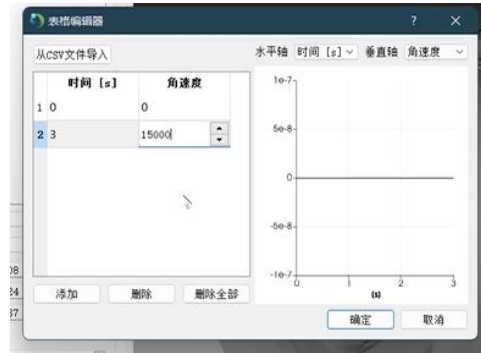

图2
Step6：角速度改为“随时间变化”后点击“编辑表格”输入对应的时间及角速度,并点击确认（如右图2）；